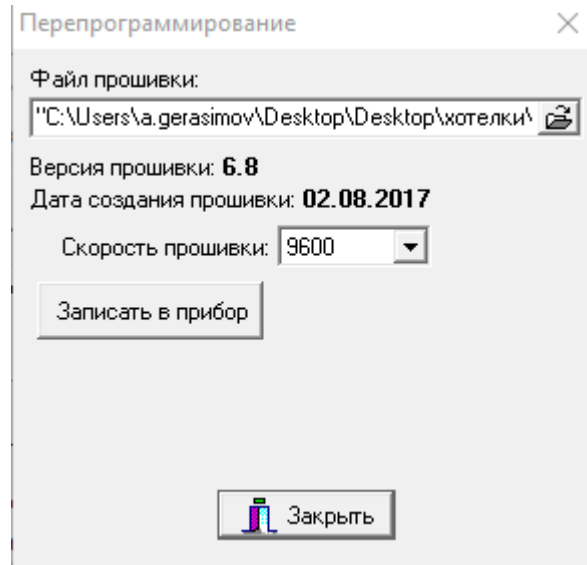

Рисунок 10
3. Выбрать файл с прошивкой по кнопке  (Рисунок 10).